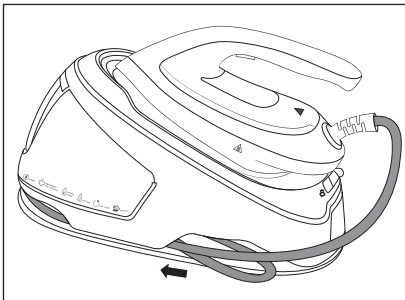

Abb. 9
- 5) Legen Sie den Versorgungsschlauch ❶ in der Mitte zusammen und schieben Sie ihn in das Staufach ❷ am Gerät (siehe Abb. 9).